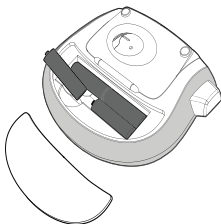

Abbildung 2
1. Nehmen Sie den Batteriefachdeckel ab. Siehe Abbildung 2.